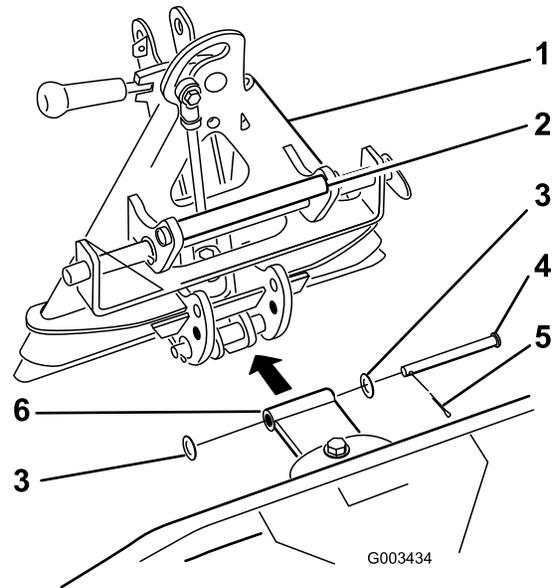

Figura 11
- Collegate la staffa orientabile diritta all'adattatore, come illustrato nella Figura 11, utilizzando un perno
Sollevate e spostate sempre l'accessorio per mezzo della maniglia prevista sul retro dell'adattatore per accessori (Figura 11).